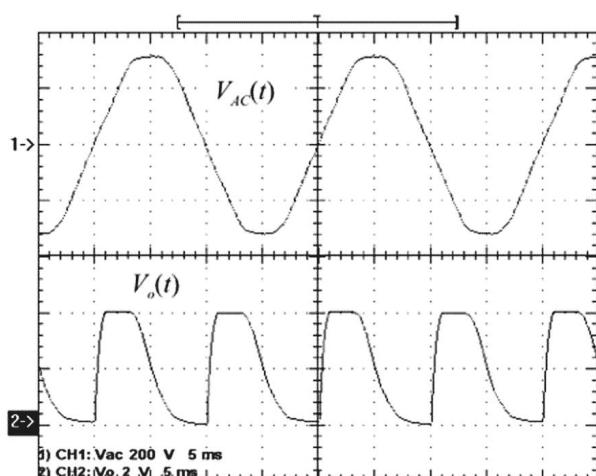

Рисунок 3. Практические результаты для $V_{AC} = 230$ В с.к.з., $C = 0.5$ нФ и $R_1 = 560$ кОм.
- Для $V_{AC} = 230$ В с.к.з. $\pm 20\%$ (Рисунок 3): $C = 0.5$ нФ/400 В (металлопленочный лавсановый MKT-HQ 370), $R_1 = 560$ кОм/0.25 Вт, $t_{DELAY} = 114$ мкс (задержка между передним фронтом V_o и моментом пересечения нуля напряжением V_{AC}) и Р = 100 мВт (средняя мощность, потребляемая от сети).
- Для $V_{AC} = 115$ В с.к.з. $\pm 20\%$ (Рисунок 3): $C = 1$ нФ/200 В, $R_1 = 220$ кОм/0.25 Вт, $t_{DELAY} = 130$ мкс (задержка между передним фронтом V_o и моментом пересечения нуля напряжением V_{AC}) и Р = 65 мВт (средняя мощность, потребляемая от сети).